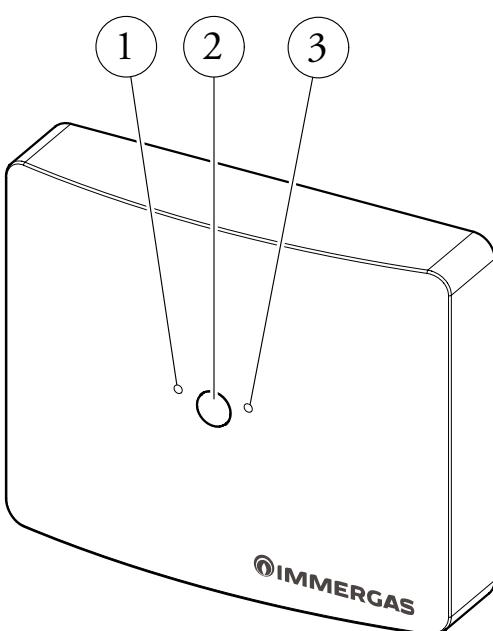

Fig. 9
Sulla sonda wireless sono presenti due leds (1-3) a fianco del pulsante (2) (Fig. 9). Le segnalazioni possibili su questi leds sono le seguenti.
On the wireless probe there are two LEDs (1-3) next to the button (2) (Fig. 9). The possible signals on these LEDs are the following.